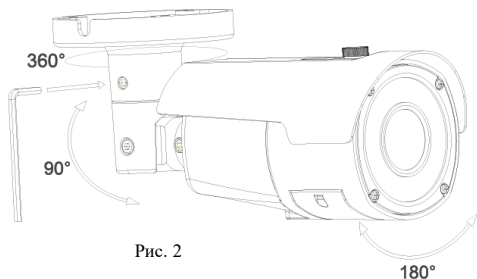

Рис. 2
8. С помощью шестигранника ослабьте винты фиксации кронштейна (рис.2).
10. После настройки необходимой зоны наблюдения зафиксируйте камеру в выбранном положении, затянув при помощи шестигранника винты фиксации кронштейна (рис. 2).